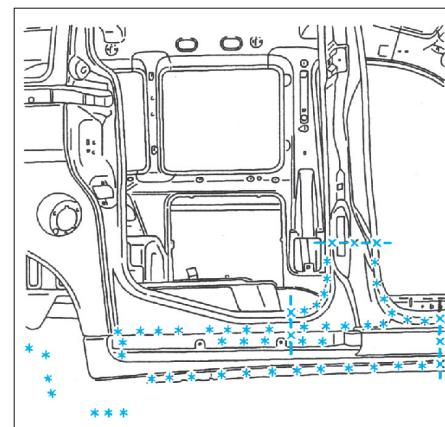
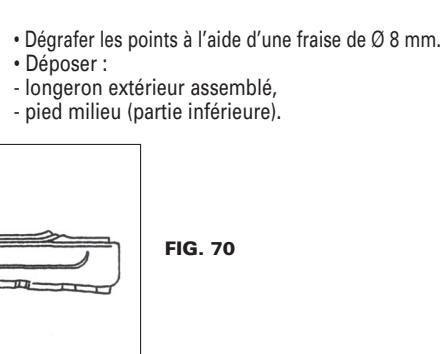

FIG. 71
FIG. 72
- Dégrafer les points à l'aide d'une fraise de Ø 8 mm (Fig.71).
- Tracer puis découper à l'aide d'une scie (Fig.72).
- Souder par points électriques (Fig.71) et (Fig.72).
- Souder par points bouchons MAG (Fig.71) et (Fig.72).
- Souder par cordon MAG (Fig.72).